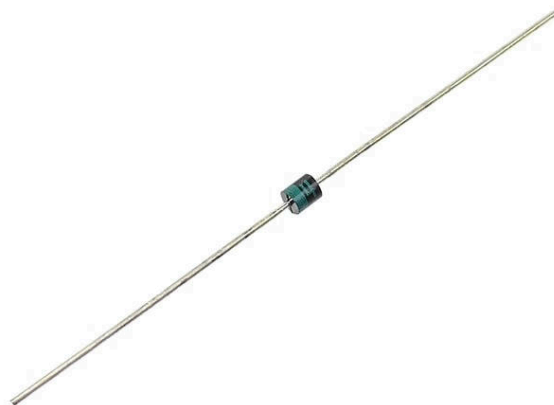

図 17: ダイオード
1.5 節 1.5 図 17 の電子部品 (ダイオード 11EQS04) を次のような点から調べなさい。